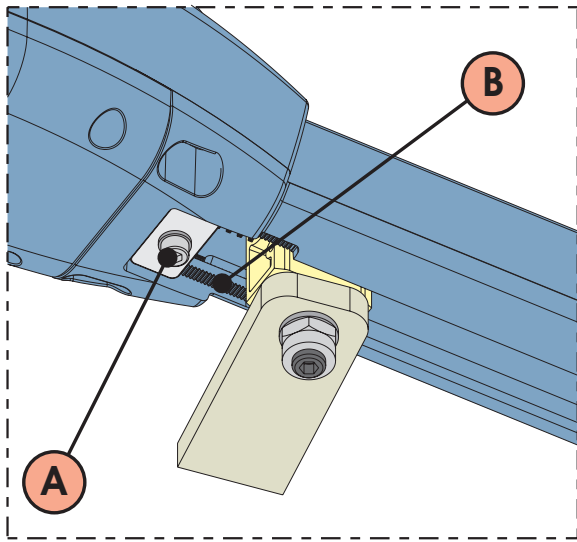

Abb. 18
- 3) Die Befestigungsschraube Abb. 18 – Bez. A lockern. Es ist nicht erforderlich, die Schraube vollständig abzunehmen.
ACHTUNG: Der mechanische Anschlag arbeitet gekuppelt mit einem mechanischen Sektor, Abb. 18 – Bez. B – bei Behinderungen während der Bewegung sicherstellen, dass die Kupplung frei ist. **KEINE GEWALT ANWENDEN.**